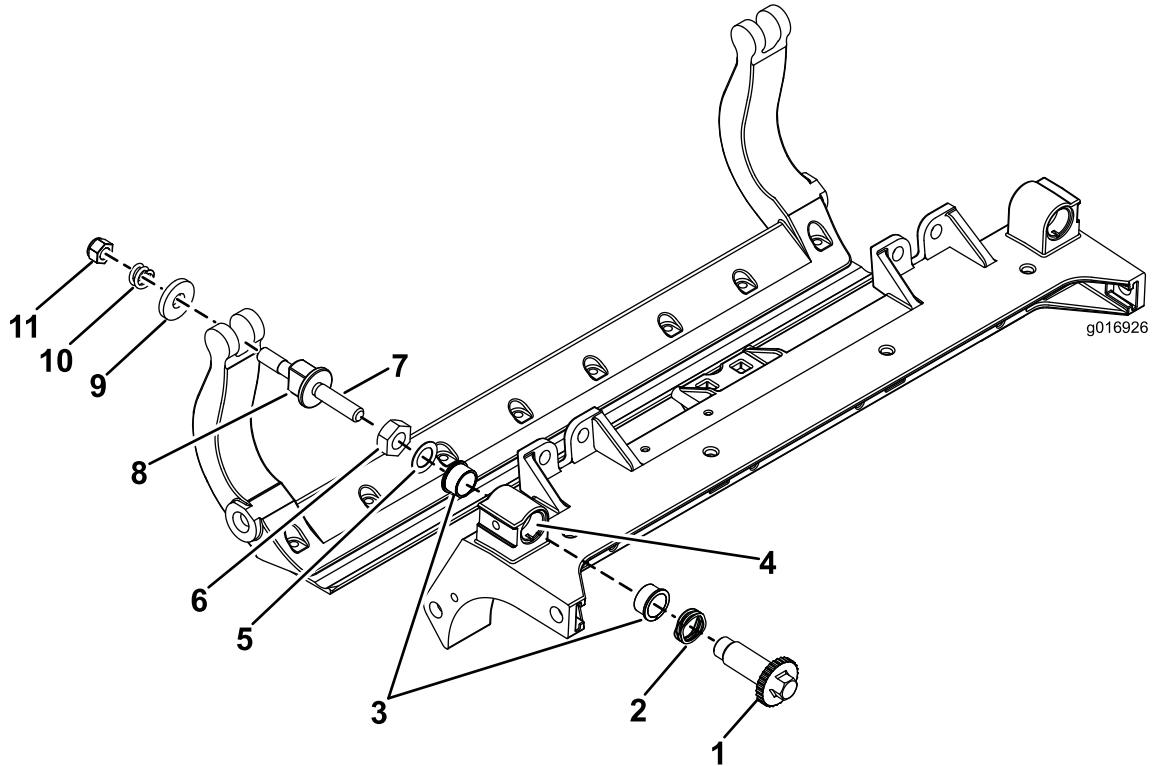

Bild 43
1. Entfernen Sie alle Teile (siehe *Installationsanleitung* für das HD-DPA-Kit und Bild 43).
2. Tragen Sie ein Gleitmittel innen im Büchsenbereich am mittleren Schneideeinheitrahmen auf (Bild 43).
3. Fluchten Sie die Keile an den Flanschbüchsen mit den Schlitten im Rahmen aus und setzen Sie die Büchsen ein (Bild 43).
4. Legen Sie eine Wellenscheibe auf die Einstellerwelle und schieben Sie die Einstellerwelle auf die Flanschbüchsen im Rahmen der Schneideeinheit (Bild 43).
5. Befestigen Sie die Einstellerwelle mit einer Flachscheibe und einer Sicherungsmutter (Bild 43).
12. Legen Sie eine Stahlscheibe außen auf jede Nylonscheibe (Bild 43).
Hinweis: Die Scheiben innen können einen Abstand aufweisen (Bild 43).
15. Ziehen Sie die Mutter an jedem Untermesserträgereinsteller an, bis die Druckfeder ganz zusammengedrückt ist, lösen Sie die Mutter dann um eine halbe Umdrehung (Bild 43).